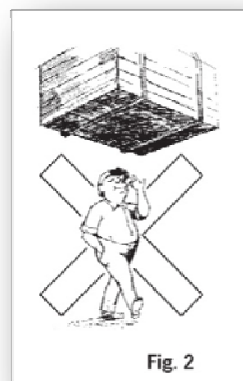

Fig. 2
- personell må IKKE gå eller oppholde seg under hengende last (fig 2)